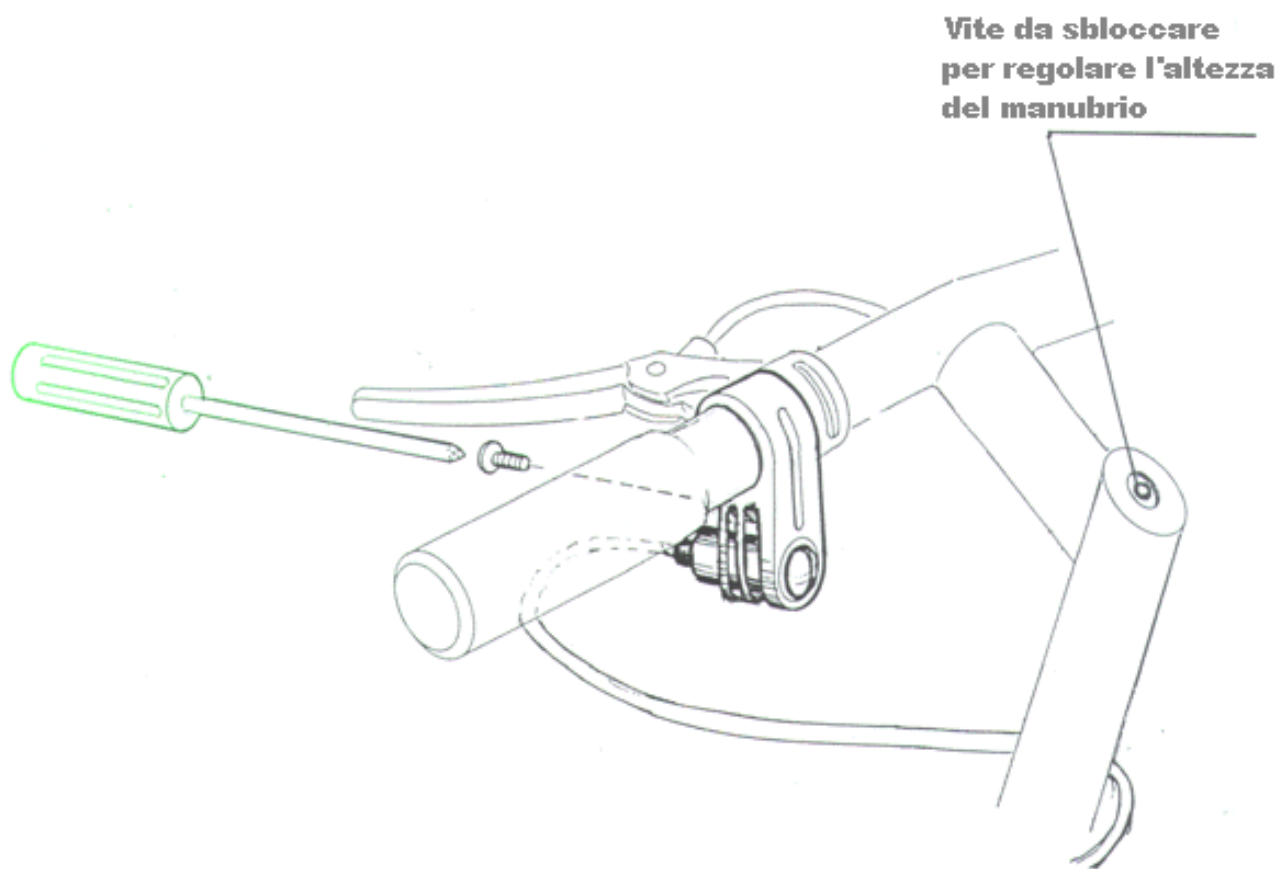

Fig. 20
2. Se mentre cercate di sganciare i motori tirando indietro la leva, essa è ostacolata dal manubrio, variate l'altezza del manubrio allentando la vite (**Vedi Fig. 20**), alzate il manubrio quanto basta per permettere alla leva di operare correttamente.